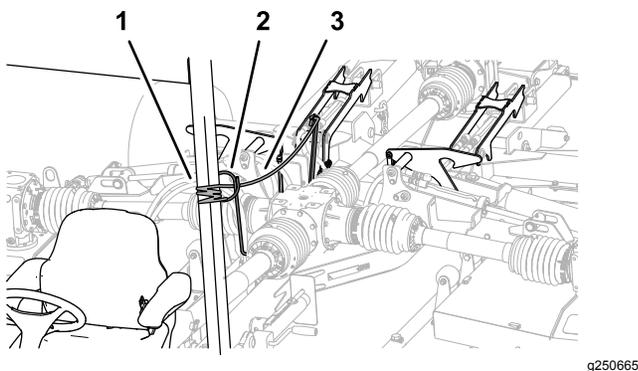

Figura 34
- Passa a corda de bloqueio da plataforma da guia de tubagem para o banco do operador (Figura 34).
2. Ate a corda ao componente do chassis fixo do veículo de reboque como se fosse um tubo ROPS (Figura 34).